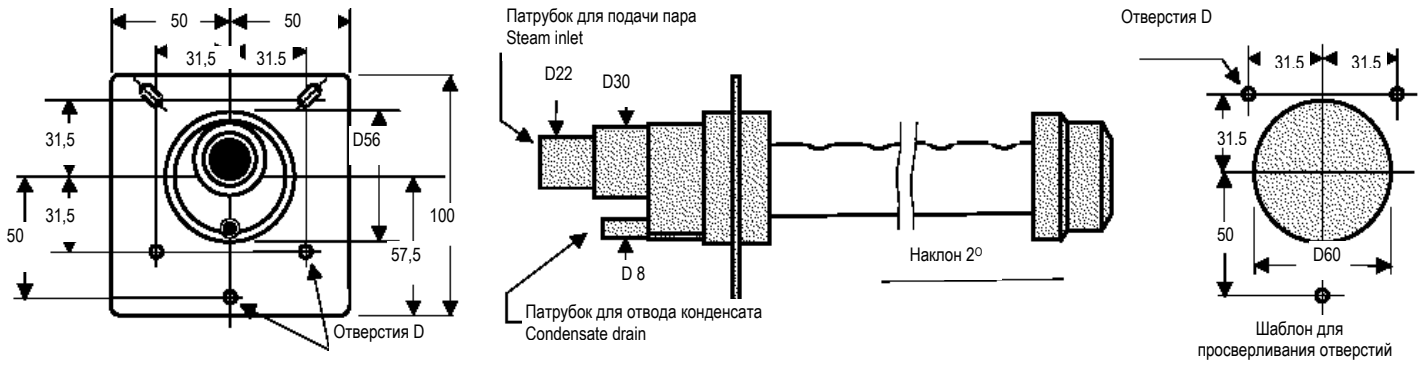

Рис. 4.3.1
На Рис. 4.3.1 и 4.3.2 представлены размеры распределителей Carel, а в таблице 4.3.1 указаны максимально допустимые длины распределителей.
- Высверлить отверстия в стене воздуховода по шаблону, указанному на Рис. 4.3.1 или 4.3.2;